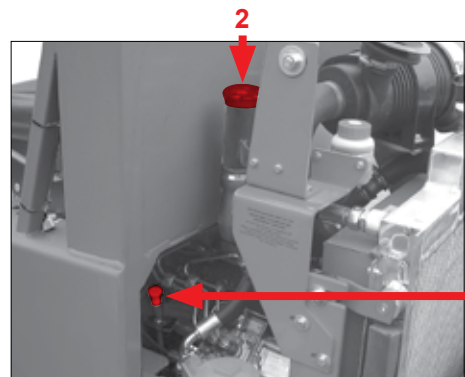

Fig. 97
6. Træk oliemålepinden (venstre motorside: pos. 1 Fig. 97) ud.
1. Åbn oliestudsens pos. 2 (Fig. 97).
5. Luk oliestudsen pos. 2 (Fig. 97).